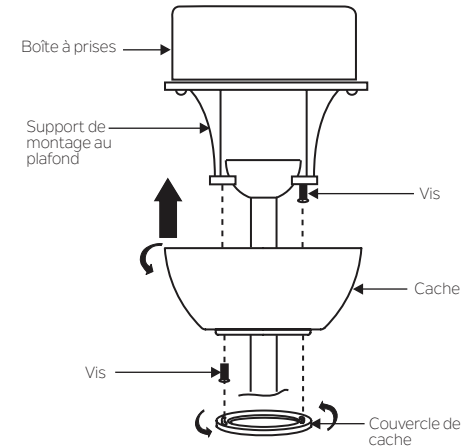

Fig. 13
Étape 2. Faites glisser le cache jusqu'au support de montage et placez l'un des trous de serrure au-dessus de la vis de montage sur le support de montage. Tournez le cache jusqu'à ce que la tête de la vis soit verrouillée en place à la section étroite du trou de serrure. Voir la figure 13
REMARQUE : Régler les vis du cache jusqu'à ce que le cache et le couvercle du cache soient ajustés correctement. (Fig. 13)